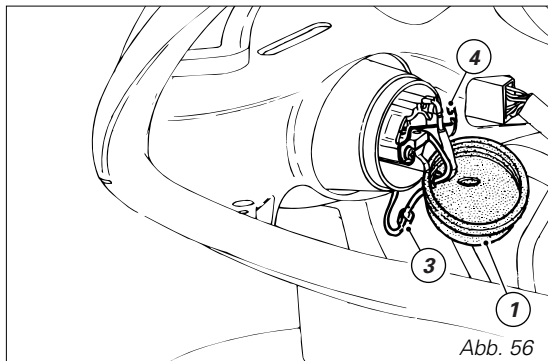

Abb. 56
Fernlicht, linke Seite (Abb. 56): Den Flachstecker (3) des weißen Leuchtenkabels von der vorderen Verkabelung abschließen, die Gummihaut (1) vom Scheinwerferkörper entfernen, dann das Leuchtenkabel herausziehen.
Nun die Enden der Klemme (4, Abb. 56) an den Haltern des Scheinwerferkörpers einhaken, dann die zuvor abgesteckten Kabel wieder anschließen und die Gummihaube (1, Abb. 56) montieren.